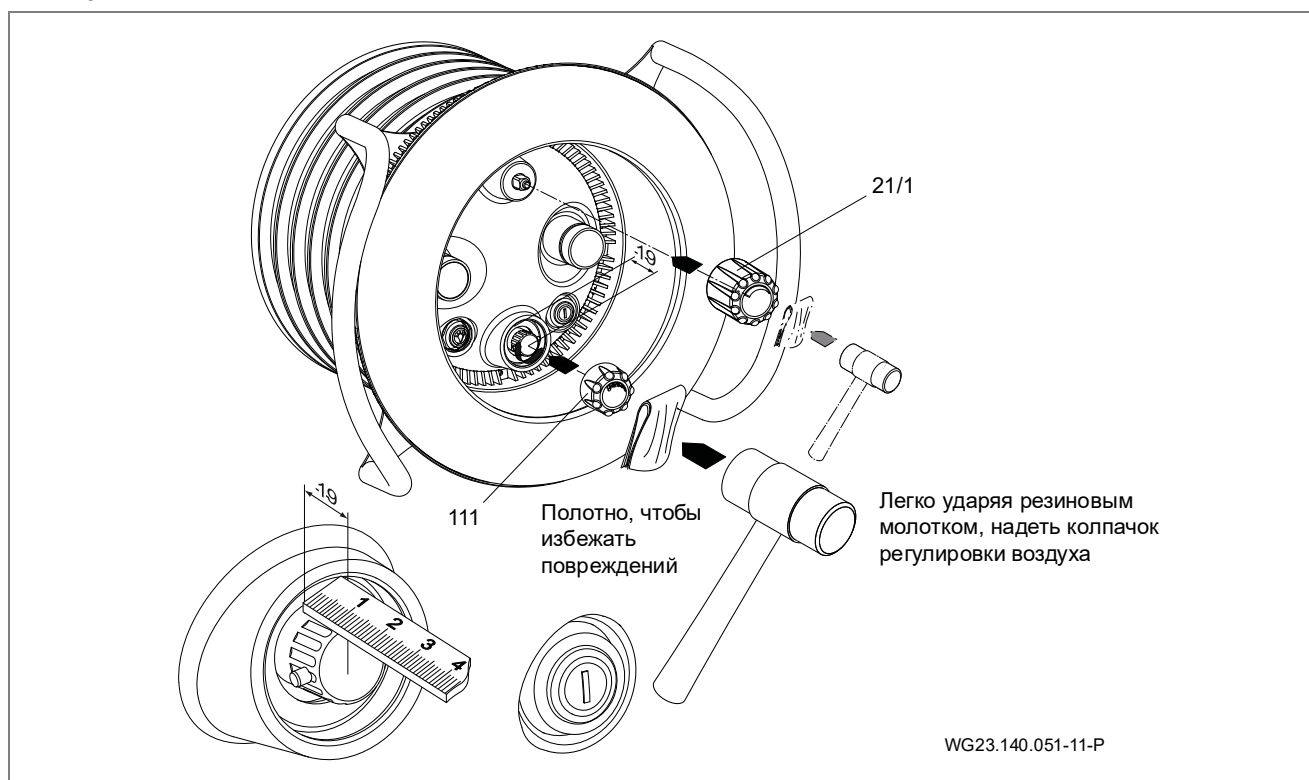

Рис. 21
11. Расположить крышку защиты света (110) по центру на корпусе сопел (102.1) и прикрепить с помощью четырех самонарезающих винтов (112). (Рис. 21)